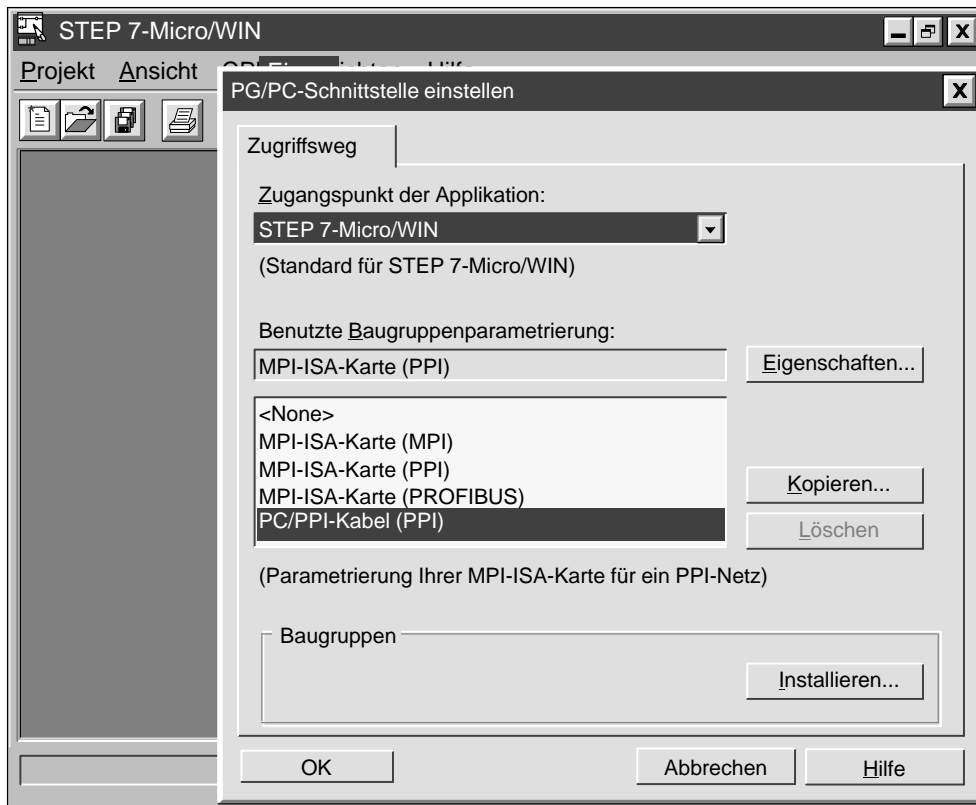

Bild 3-7 Einstellungen im Dialogfeld "PG/PC-Schnittstelle einstellen"
Haben Sie die gewünschte Hardware installiert bzw. deinstalliert, klicken Sie auf die Schaltfläche "Schließen". Daraufhin wird das Dialogfeld geschlossen und wieder das Dialogfeld "PG/PC-Schnittstelle einstellen" angezeigt. Die installierte Hardware wird jetzt in dem Feld "Benutzte Baugruppenparametrierung" aufgeführt (siehe Bild 3-7).
Haben Sie das Dialogfeld "Kommunikation" aufgerufen, wählen Sie die Schaltfläche "PG/PC-Schnittstelle...". Das Dialogfeld "PG/PC-Schnittstelle einstellen" wird aufgerufen (siehe Bild 3-7).
Befinden Sie sich im Dialogfeld "PG/PC-Schnittstelle einstellen" (siehe Bild 3-7), stellen Sie im Register "Zugriffsweg" im Textfeld "Zugangspunkt der Applikation" die Software "STEP 7-Micro/WIN" ein. Dieses Dialogfeld wird von verschiedenen Anwendungen, z.B. STEP 7 und WinCC, gemeinsam genutzt. Deshalb müssen Sie dem Programm mitteilen, für welche Anwendung Sie die Parameter einstellen möchten.
1. Befinden Sie sich im Dialogfeld "PG/PC-Schnittstelle einstellen" (siehe Bild 3-7), stellen Sie im Register "Zugriffsweg" im Textfeld "Zugangspunkt der Applikation" die Software "STEP 7-Micro/WIN" ein.